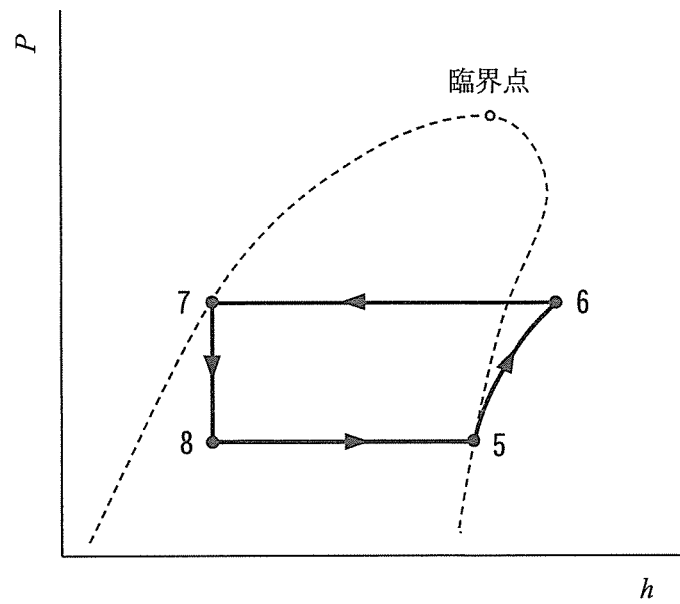

図2 $P-h$ 線図
(2) 図2に、ある理論サイクルの $P-h$ 線図を示す。
1) 図2のサイクルは サイクルと呼ばれる。
2) 図2で、状態点5の作動流体は により状態点6に移動し、 により外部に熱を放出して状態点7に至る。さらに、状態点7から により状態点8に至る。そして に送られ、外部から熱を吸収して状態点5にもどる。
3) 図2において、状態点6～7の変化及び状態点8～5の変化は等圧変化、状態点7～8の変化は等エンタルピー変化である。また、状態点5～6の変化は 変化である。状態点5の作動流体は の状態にあり、状態点6では の状態となる。そして状態点6～7の間に熱を外部に放出し、状態点7において の状態となる。状態点8では となり、状態点5に戻る。